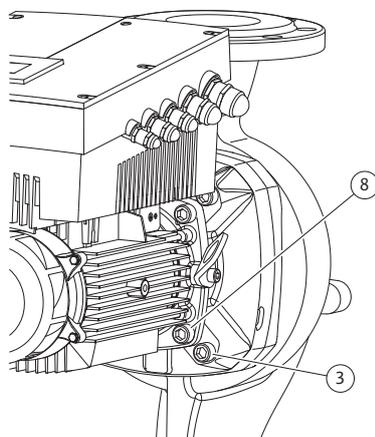

Fig. 52: Fissaggio opzionale del set di innesto
11. Allentare e rimuovere le viti (Fig. 7, pos. 3). A seconda dei tipi di pompa si devono utilizzare le viti esterne (Fig. 52, pos. 3). Il set di innesto (vedi Fig. 13) dopo la rimozione delle viti rimane al sicuro nel corpo pompa, anche in caso di posizione orizzontale dell'albero del motore non sussiste pericolo di ribaltamento.
22. Spingere cautamente la lanterna sull'albero e posizionarla nella posizione precedente o nella nuova posizione angolare desiderata rispetto alla flangia motore. Attenersi alle posizioni di montaggio ammesse per i componenti (vedi capitolo 7.1 "Posizioni di montaggio ammesse e modifica della disposizione dei componenti prima dell'installazione" a pagina 89). Fissare la lanterna alla flangia motore con le viti (Fig. 7, pos. 10) **oppure**, nel caso dei tipi di pompa/lanterna secondo (Fig. 52), con le viti (Fig. 52, pos. 8).